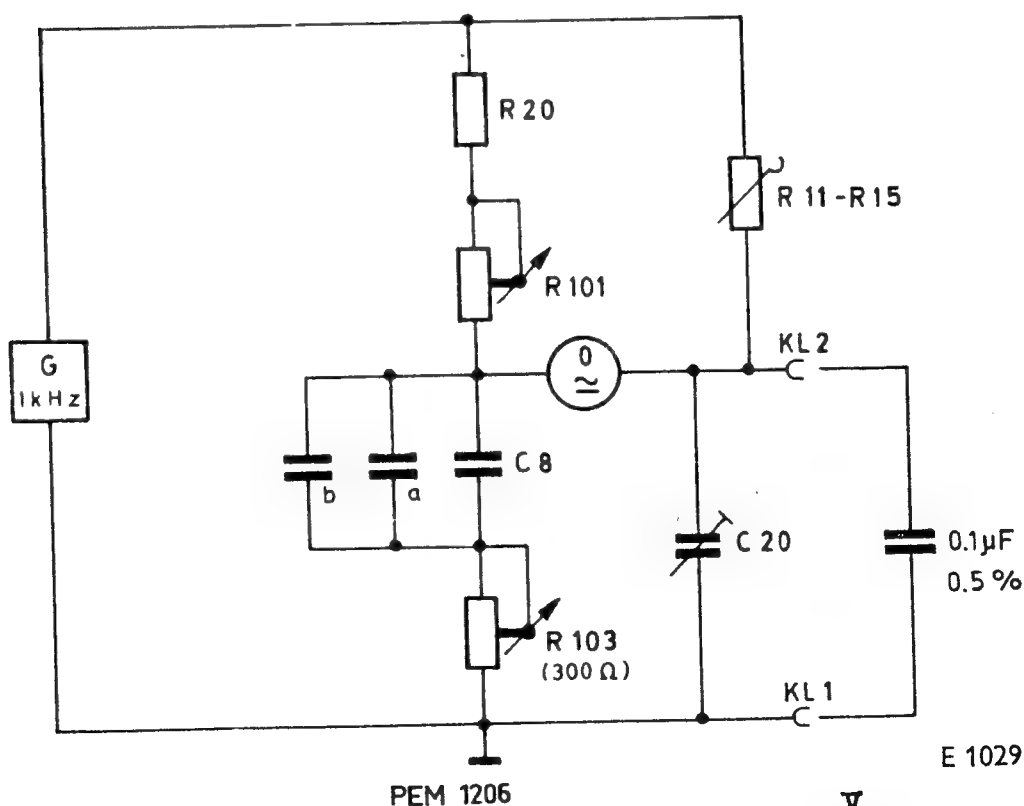

Abb. 16. Abgleich des C-Bereichs bei 1 kHz
### 1. Abgleich des C-Bereiches bei 1 kHz; C8 (Abb. 16)
- Durch Shunten von C8 (a, b, Abb. 16) Nullabgleich vornehmen
## 2. Einsteller R103 „ $\tan \delta$ “ kleiner Bereich (Abb. 16)